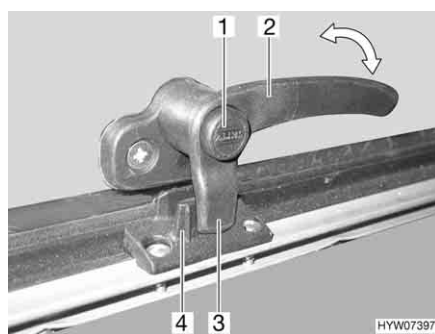
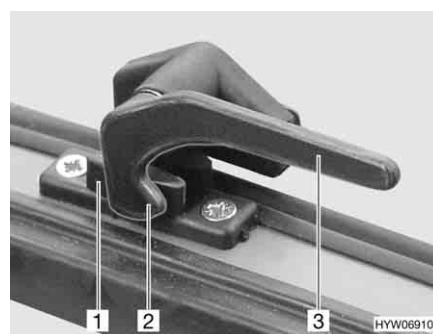

Fig. 97 Leva di serraggio con bottone di sicurezza in posizione "Chiuso"
Fig. 98 Leva di serraggio in posizione "Chiuso"
- Se presente, premere e tenere premuto il bottone di sicurezza (Fig. 97,1).
- Ruotare tutte le leve di serraggio (Fig. 97,2 o Fig. 98,3) di un quarto di giro verso il centro dell'oblò.
- Ruotare tutte le leve di serraggio (Fig. 97,2 o Fig. 98,3) di un quarto di giro verso il telaio. Il nasello di bloccaggio (Fig. 97,3 o Fig. 98,2) si trova sulla parte interna del bloccaggio dell'oblò (Fig. 97,4 o Fig. 98,1).
- In posizione "Completamente chiusa" (Fig. 97 e Fig. 98)